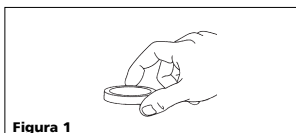

Figura 1
1. Coloque el separador plástico (incluido en el paquete de piezas) sobre la mesa de trabajo (Figura 1).